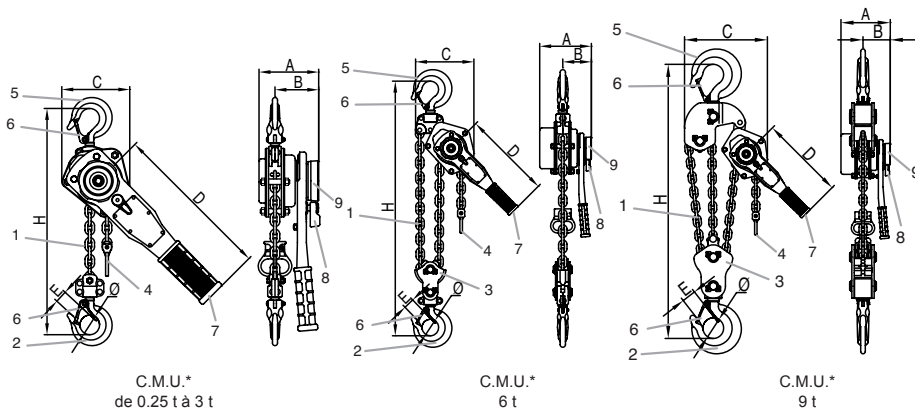

Fig. 1
Le palan bravo™ est fourni équipé d'une chaîne de levage (rep. 1, fig. 1) d'une hauteur standard de levée de 1.50 m. La chaîne de levage des modèles 0.5 t à 3 t est constituée d'un seul brin avec à son extrémité un
crochet de levage (rep. 2, fig. 1). La chaîne de levage du modèle 6 t est constituée de 2 brins de levage et d'un crochet de levage moulé (rep. 3, fig. 1).
L'extrémité libre de la chaîne est équipée d'une butée de fin de course basse (rep. 4, fig. 1).
1. Vérifier que le palan bravo™ est correctement suspendu à son crochet de suspension (rep. 5, fig. 1) et que le linguet de sécurité du crochet (rep. 6, fig. 1) est bien fermé (voir figures 2 et 3).
Le palan bravo™ est manœuvré au moyen d'un levier (rep. 7, fig. 1), actionné par l'opérateur en mouvement de va-et-vient pour lever ou descendre une charge, tirer ou appliquer une tension.
2. Placer la manette du sélecteur (rep. 8, fig. 1) de mouvement en position neutre « 0 ».